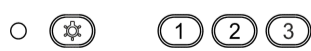

рис. 10
- Кнопочный переключатель (рис. 10).